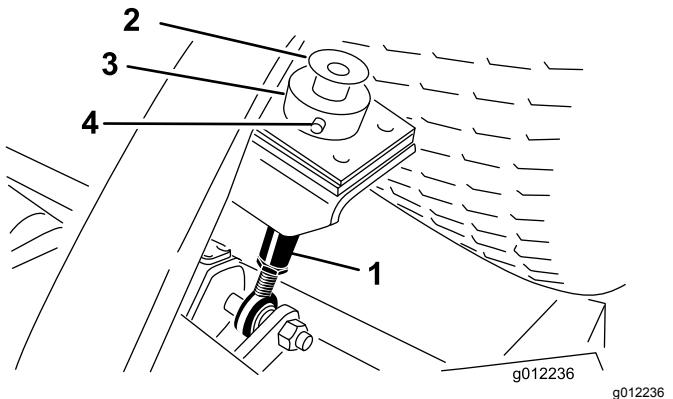

Figura 20
2. Retire o parafuso e anilha montados na parte superior de cada barra de altura de corte (Figura 20).
3. Retire o perno de gancho e passador de forquilha que fixam o anel da altura de corte à barra de altura de corte na parte posterior da unidade de corte (Figura 20). Retire o anel da altura de corte.